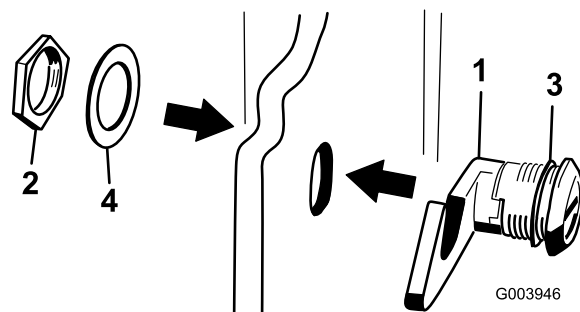

Figure 17
3. Retirez l'écrou du loquet du capot (Figure 17).
4. A l'extérieur du capot, insérez le côté en crochet dans le trou du capot. La rondelle d'étanchéité en caoutchouc doit rester à l'extérieur du capot (Figure 17).